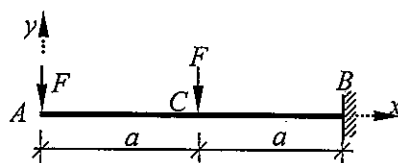

图 15
- 3 用积分法求图 15 中梁的挠曲线方程及自由端的挠度和转角。设 EI 为常量。(15 分)